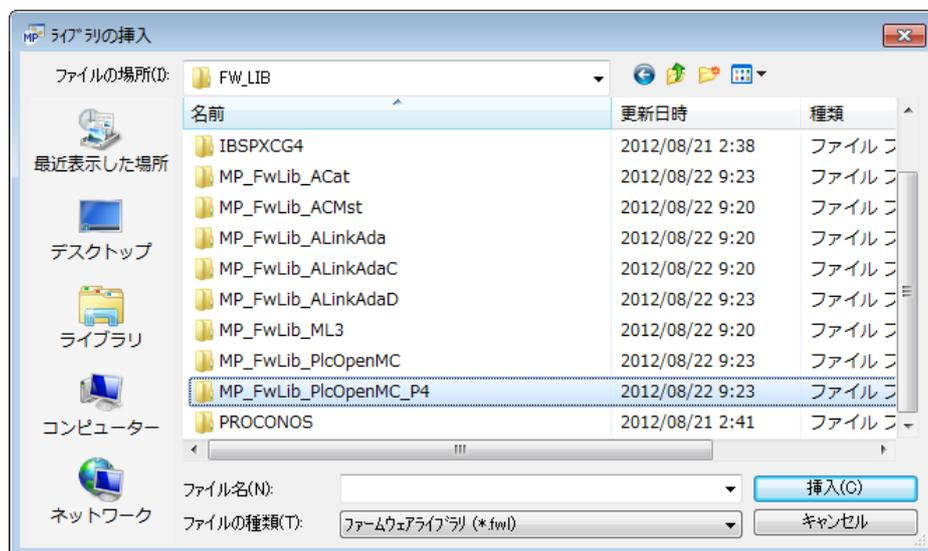

図 3-2-6. 挿入ライブラリディレクトリ選択
- ⑥ Part4のFBライブラリを追加するには、図3-2-6の画面が表示されますので、「MP_FwLib_PlcOpenMC_P4」という名前のディレクトリを選択してください。